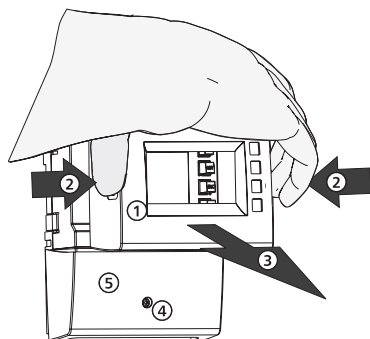

Fig. 1: retrait du capot avant
- ▶ Saisissez ① le capot avant par les encoches latérales ② et tirez-le vers l'avant ③ (Fig. 1).
1. Desserrez ④ la vis (Fig. 1).
2. Retirez ⑤ le cache-bornes.